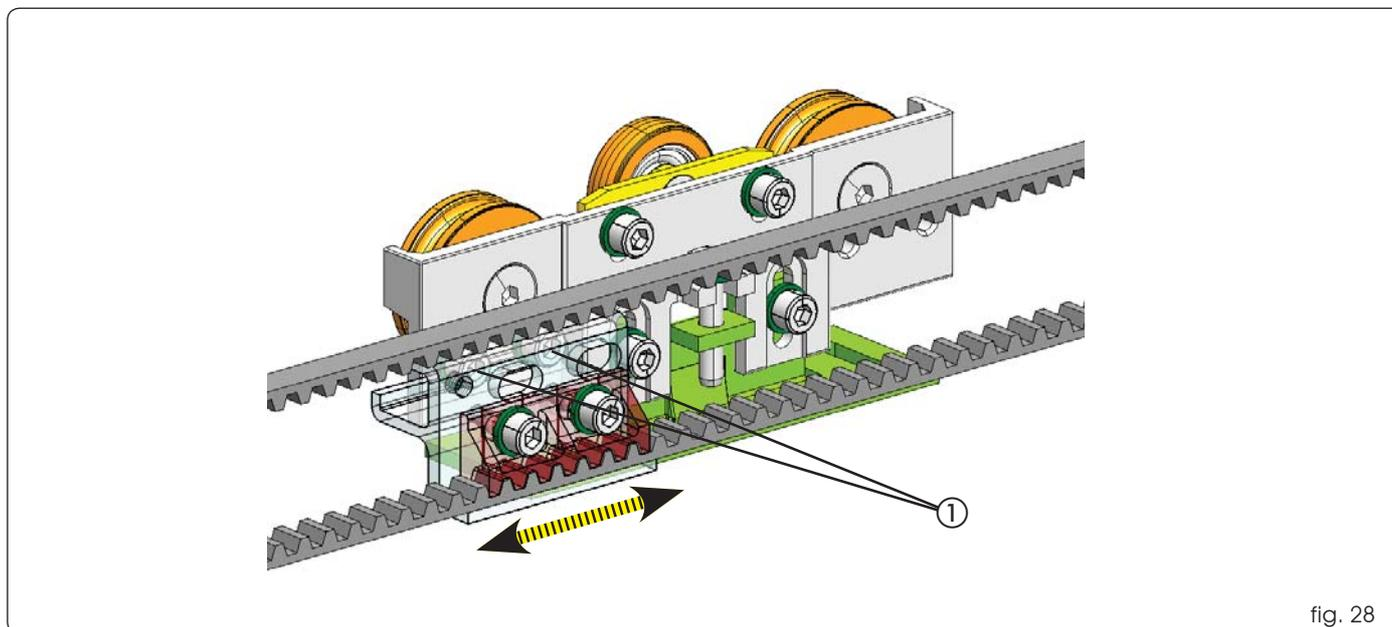

fig. 28
- Afloje los dos tornillos (fig. 28 ref. ①) que unen el enganche de la correa con el carro de movimiento (en ambos carros en caso de hoja doble).